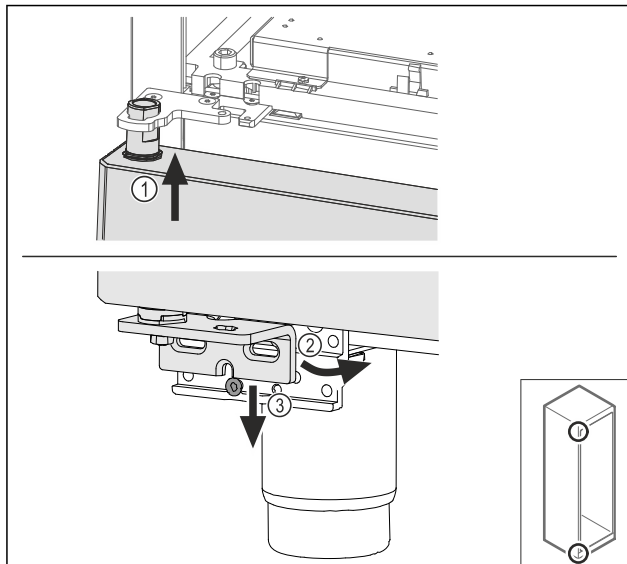

Fig. 64
- ▶ Rahlo nagnjena vrata vstavite zgoraj Fig. 64 (1), poravnajte vrata Fig. 64 (2) in jih spodaj postavite na vijak ležajnega podstavka Fig. 64 (3).